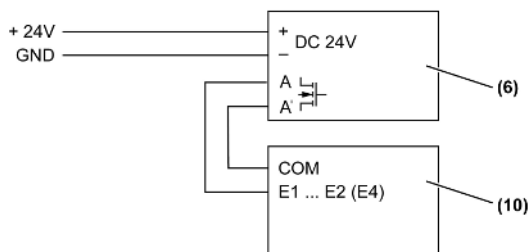

Bild 8: Anschluss an Tasterschnittstelle 2fach, Tasterschnittstelle 4fach
| (Bild 8) | (10) Tasterschnittstelle 2fach, Art. Nr.: 2076-2T, Tasterschnittstelle 4fach, Art. Nr.: 2076-4T |